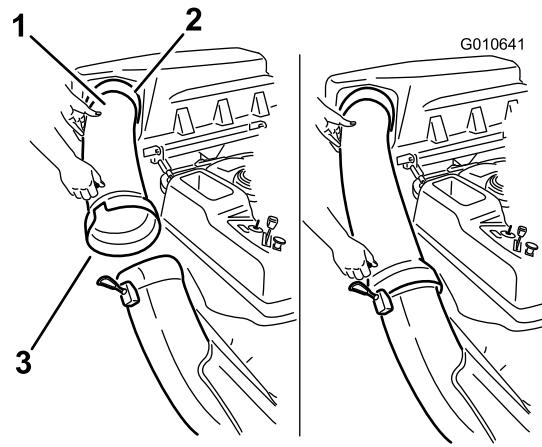

Figure 5
2. Glissez l'extrémité évasée du tube d'éjection sur l'extrémité de l'éjecteur. Accrochez la sangle en caoutchouc de l'éjecteur à l'ergot situé sur le tube d'éjection pour le fixer en position (Figure 5).
- Glissez l'extrémité courbe du tube d'éjection (fourni avec le kit dispositif de ramassage) dans l'ouverture en haut du dispositif de ramassage (Figure 5).